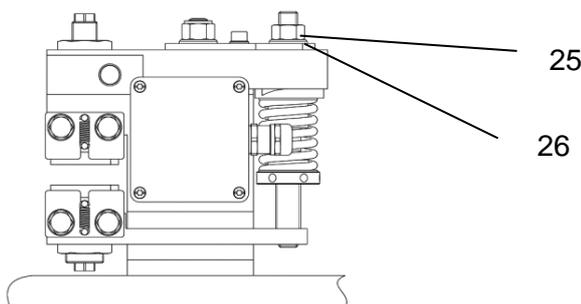

Fig. 5.1
Le frein ne peut être actionné sans le disque de frein que si le contre-écrou de montage (pos. 25, Fig. 5.1) reste sur le frein et est dévissé de 4 mm maximum. Des changements de vitesse plus fréquents sans disque de frein et sans que l'écrou de blocage de l'assemblage soit vissé peuvent endommager le frein. En outre, les modifications non autorisées de l'étrier de frein ne sont pas autorisées. Si le goujon fileté (pos. 44) a été pourvu en usine d'une baque d'étanchéité, aucun réglage de la force de serrage ne peut être effectué sur le frein par le client !
Le ressort de pression destiné à générer la force de freinage est fixé en position ouverte par le contre-écrou de montage rep. 25, Fig. 5.1, de sorte que le frein peut être monté sur le disque de frein ou le rail de frein sans tension de fonctionnement.
Pour faire fonctionner le frein, il faut impérativement utiliser le module électronique (34) inclus. Ne jamais raccorder le frein directement à la tension d'alimentation. La commutation de la pince de frein sans disque de frein n'est autorisée que si l'écrou de verrouillage Rep.25 de la Fig. 5.1 reste sur le frein et qu'il n'est pas desserré de plus de 4 mm.